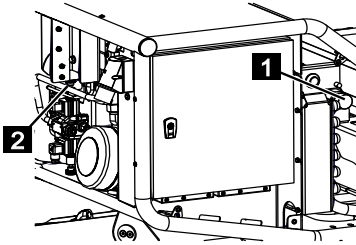

Fig. 208
3. Après le mode d'entretien, dévisser totalement la vanne [LS] (Fig.208/2), déverrouiller la vanne [Appui, chenille] (Fig.208/1) dans le sens inverse des aiguilles d'une montre et revisser les capots.